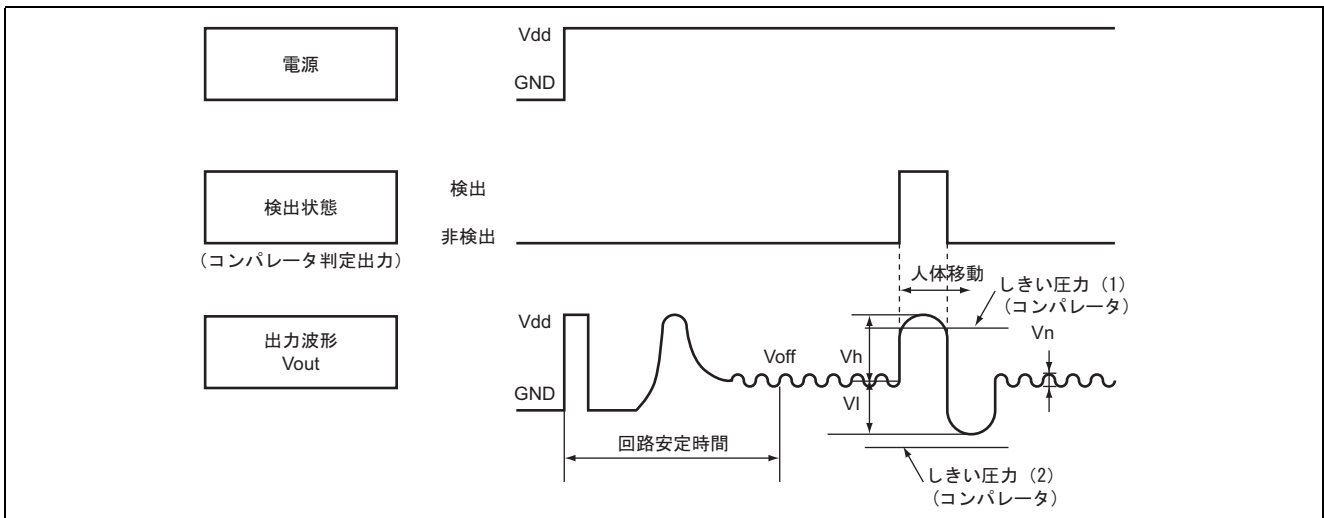

図 1.2 タイミングチャート
- B. 図 1.2 に NaPiOn（AMN21112）のタイミングチャートを示します。